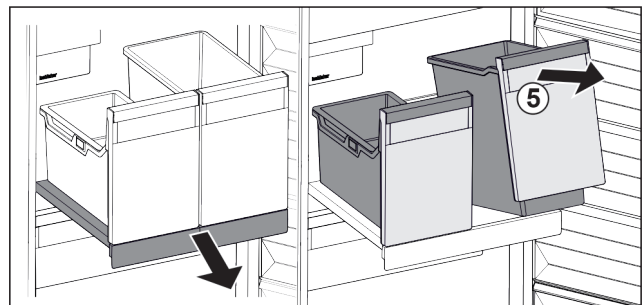

Fig. 89
- ▶ Behälter Fig. 89 (5) vorne anheben.